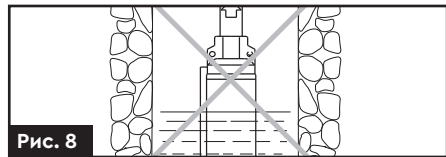

Рис. 8
- Заборонено експлуатацію насоса при недостатньому рівні води в свердловині (колодязі) (рис. 8), щоб уникнути роботи насоса без води.